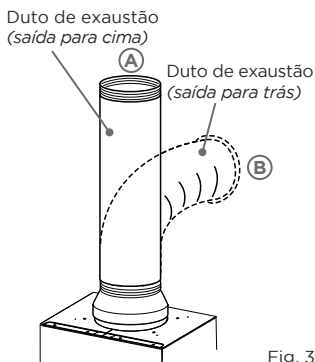

Fig. 3
2. Direcione a outra ponta do duto para a parte externa do ambiente onde o mesmo foi instalado, posicionando a saída para cima através do teto ("A" - Fig. 3) ou para trás através de uma parede ("B" - Fig. 3). Utilize a fita adesiva prata para fazer uma vedação no encaixe onde o duto foi fixado.